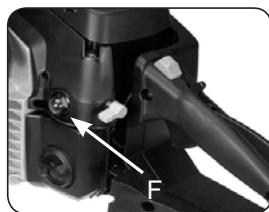

Рис. 7D
3. Нажмите 10 раз на мех топливного насоса (F) (Рис. 7D).